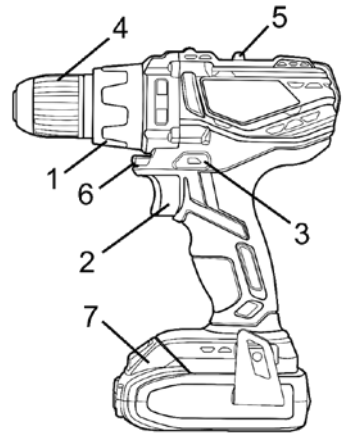

Рисунок 1
4.1.3 Встановіть необхідний крутний момент за допомогою кільця регулятора моменту затягування (1) (див. рисунок 1).
4.3 Для вмикання виробу натисніть на клавішу вимикача (2) (рисунок 1). Для вимкнення виробу слід клавішу відпустити. Регулювання швидкості обертання патрону здійснюється ступенем натискання на клавішу вимикача.